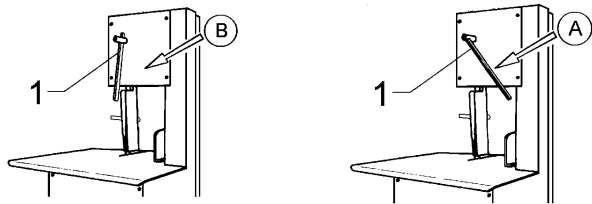

Fig. 7.6.1
### 7.6.1 Regolazione del tensionamento (Fig. 7.6.1)
Con la leva nella posizione "A" (Fig. 7.6.1) la lama è tensionata.
- Tensionare la lama ruotando la leva e portandola nella posizione "A" (Fig. 7.6.1).